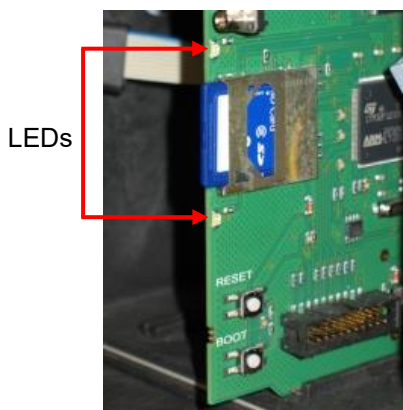

Figura 28
8. O Testomat® reinicia e efetua a atualização. Neste modo, não são efetuadas saídas de texto, mas o estado é apresentado através dos LED no cartão SD (ver Figura 28) e dos LED na placa de controlo (ver Figura 30 na página 67). O progresso da programação é apresentado como uma barra com 5 LED na placa controladora: No início, apenas o LED1 (perto do conetor da placa-mãe) pisca uma vez de 2 em 2 segundos, depois acende-se continuamente e o LED seguinte começa a piscar. O processo é repetido até que todos os LEDs estejam permanentemente acesos. A atualização do firmware fica assim concluída. O Testomat® é iniciado automaticamente com o novo software operativo. A atualização completa do firmware demora cerca de 70 segundos.